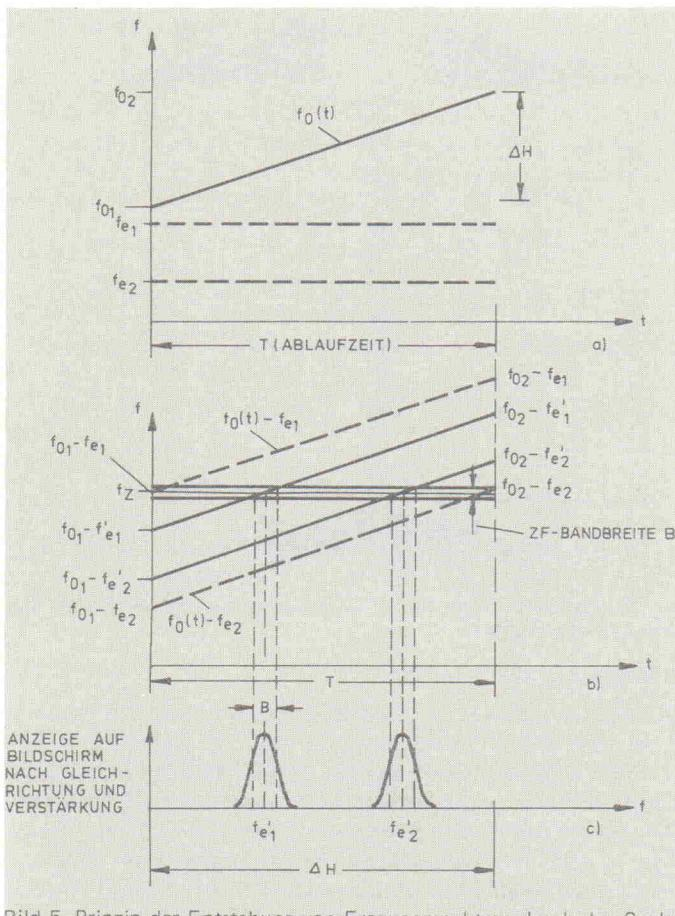

Bild 5. Prinzip der Entstehung von Frequenzspektren durch den Spektrum-Analysator am Beispiel von zwei Eingangssignalen.
gilt. Bild 5 soll diesen Vorgang verdeutlichen: Während der Periodendauer T des Ablaufgenerators erhöht sich die Oszillatorkennfrequenz (Wobbelkennfrequenz) zeitlinear von f_{01} auf f_{02} (Bild 5a). In Bild 5b wird ein bestimmtes Eingangs frequenzband, (mit f_{e1} und f_{e2} bezeichnet), durch den Mischprozeß (Bild 5b) in die ZF-Lage umgesetzt, entsprechend (1):